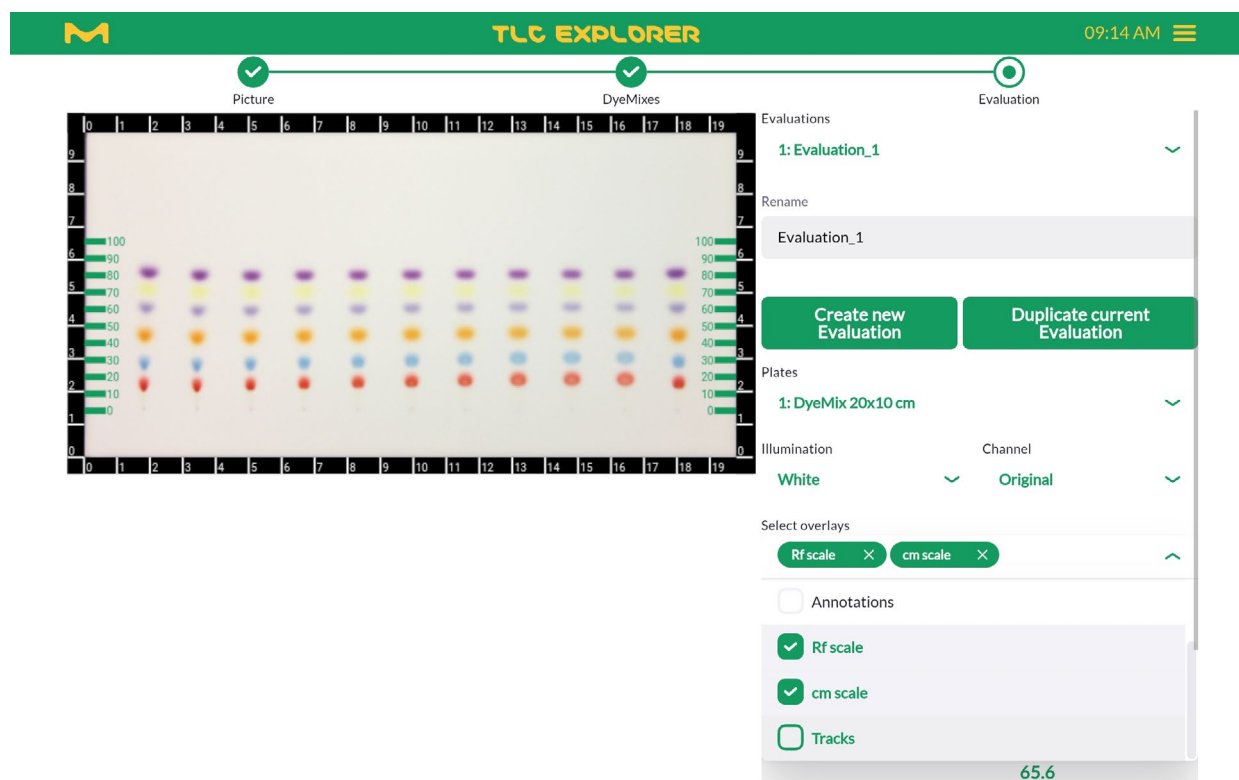

Figure 4.13 : Configuration de la zone de prévisualisation pour les travaux d'évaluation
À tout moment durant le processus d'évaluation, il est possible de configurer la zone de prévisualisation selon ses besoins (voir Figure 4.13). On peut choisir une plaque, l'image de la plaque ("Illumination") et le canal spécifique de cette image (pour les détails, voir Section 4.6) que l'on souhaite voir. De plus, il est possible d'activer ou de désactiver l'affichage :
- d'une échelle en centimètres autour de la plaque (par exemple, voir Figure 4.13), et